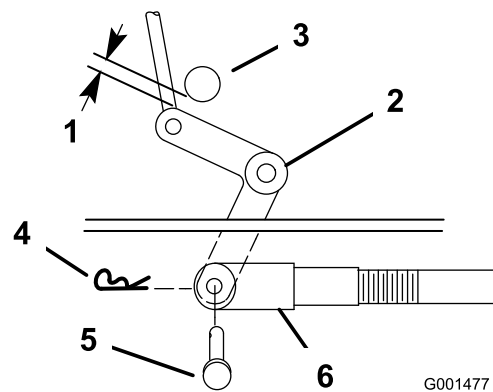

Figura 48
9. Compruebe la distancia entre la palanca acodada y el eje de salida de la transmisión (Figura 48).
11. Gire la horquilla en el sentido de las agujas del reloj para aumentar la distancia; gírela en el sentido contrario para reducirla (Figura 48).
Nota: Si el brazo no entra en contacto con el tope delantero de la carcasa del cortacésped (Figura 49 o Figura 50), ajuste la horquilla para acercar la palanca acodada al eje de salida de la transmisión (Figura 48).